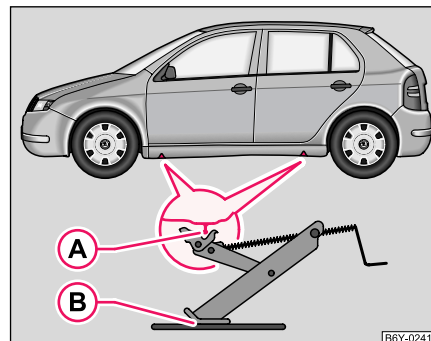

Fig. 145 Cambio de rueda: lugares de apoyo del gato
- Para apoyar el gato, elija el punto de alojamiento del larguero inferior que se encuentre más cerca de la rueda defectuosa ⇒ fig. 145.
- Colocar el gato de tal modo, que su garra abarque el alma vertical del larguero inferior (A) y la superficie de apoyo inferior del gato (B) se encuentre en toda su superficie sobre el suelo firme.